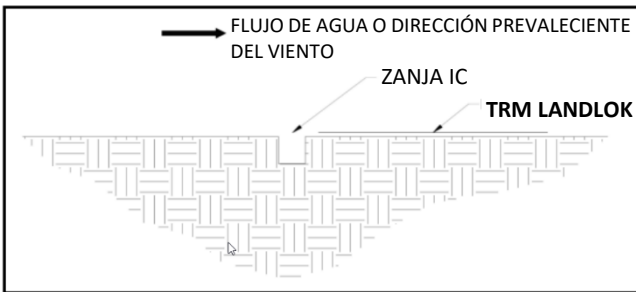
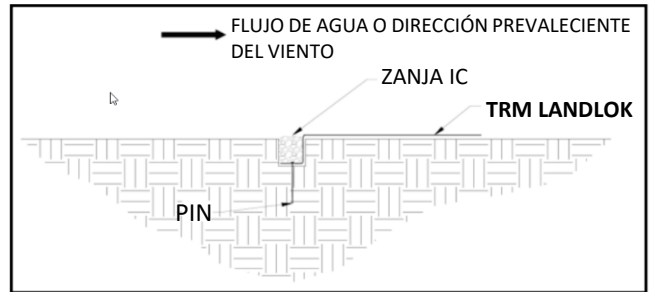
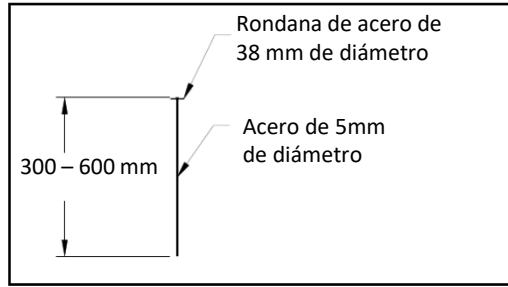

Figura 4: Alineamiento de Zanja de inicio de canal (IC)
Figura 5: Colocación de Zanja de inicio de canal (IC)
Figura 6: Pines de aseguramiento
2. Tienda el panel de LANDLOK en el lado aguas abajo de la zanja IC (Figura 4). Coloque el borde del panel en la zanja IC, asegurándose que esté totalmente cubierta a lo largo del fondo de toda la zanja IC con el LANDLOK (Figura 5).
3. Asegure el LANDLOK con pines en la zanja IC (Figura 5). Los pines deberán ser de acero con un diámetro mínimo de 5 mm, teniendo una rondana de 38 mm de diámetro en la cabeza, y una longitud de entre 300 – 600 mm con suficiente penetración del suelo para resistir la extracción (Figura 6). Pudieran requerirse pines más largos para suelos más sueltos. Estacas metálicas pesadas pudieran requerirse para suelos rocosos. La colocación sugerida de los pines en la zanja IC es a lo largo de la parte baja de la zanja con pines de 300 mm.
4. Rellene y compacte la zanja IC (Figura 5).